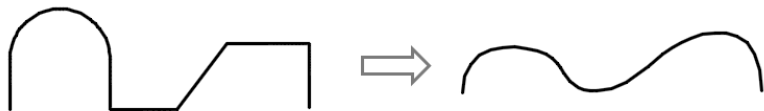

图 3-62 将二维多段线转化为样条曲线拟合多段线
- 输入“S”并按〈Enter〉键，即选择“样条曲线(S)”选项，创建样条曲线的近似线（称为样条曲线拟合多段线），如图 3-62 所示。样条曲线拟合多段线将使用选定多段线的顶点作为近似 B 样条曲线的曲线控制点或控制框架，该曲线将通过第一个和最后一个控制点，除非原多段线是闭合的，曲线将会被拉向其他控制点但并不一定通过它们。